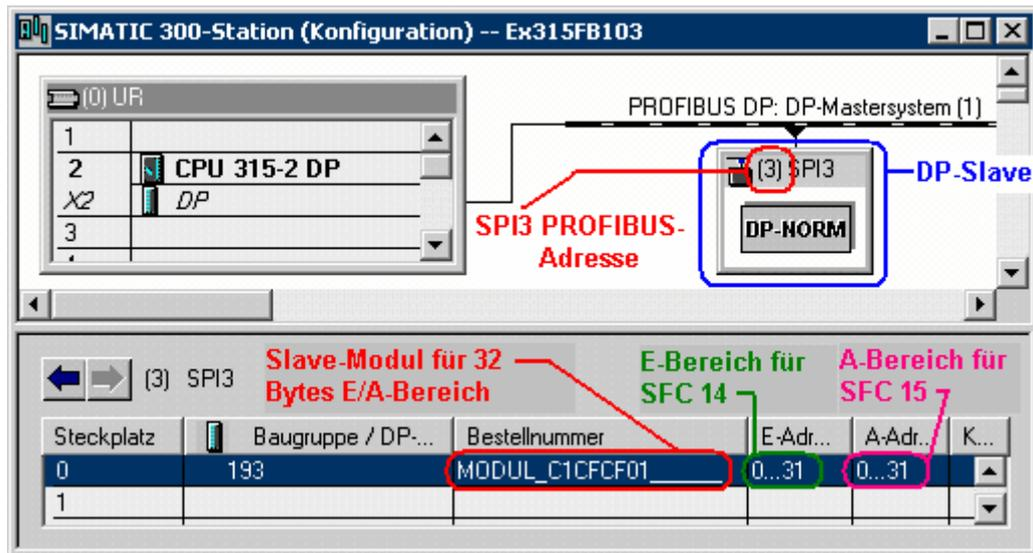

Abbildung 3: Hardware Konfiguration für SPI3
- d. Nun wird das Dateiverzeichnisses SPI3 geöffnet. Das Modul zum Senden und Empfangen von 32 Bytes **MODUL\_C1CFCF01** wird per Drag&Drop auf den Steckplatz 0 ins Rack eingefügt (siehe Abbildung 3).